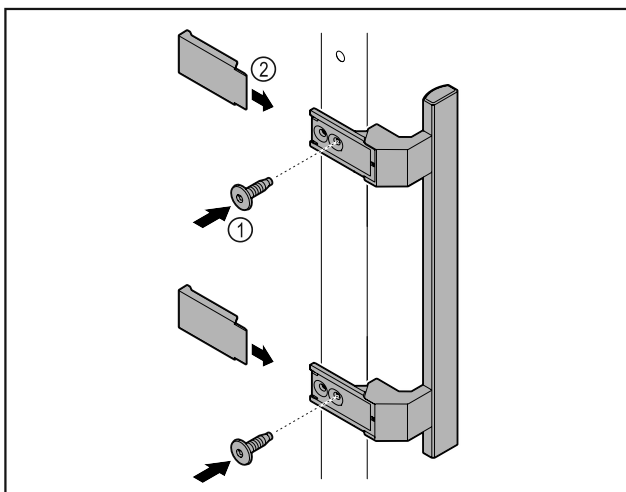

Fig. 5
- Fixer la poignée à la porte à l'aide des vis Fig. 5 (1) fournies.
- Poser les caches Fig. 5 (2).